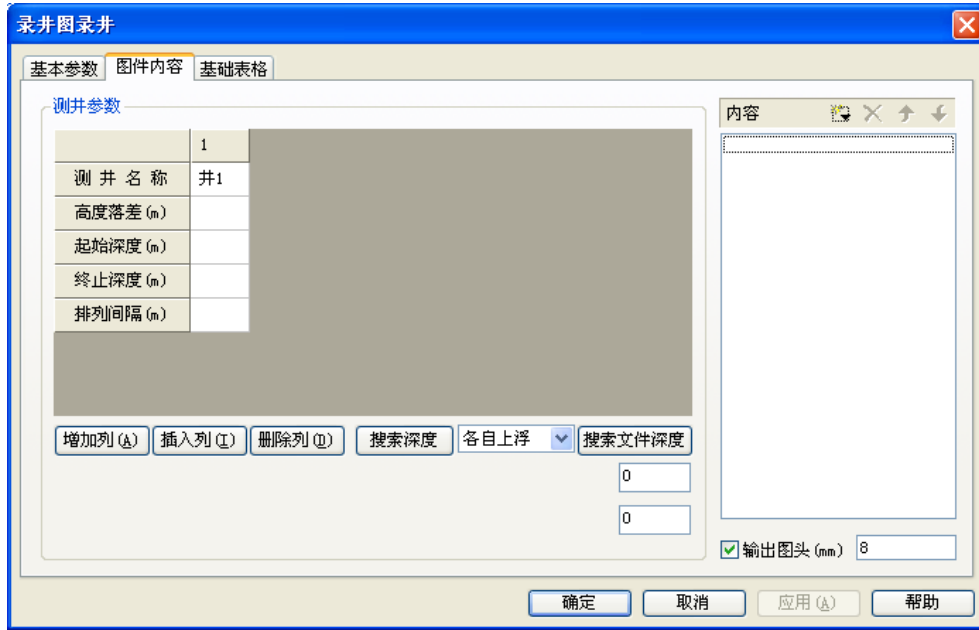

图 22
e. 此时回到图 22 所示的界面，这时测井名称一栏已按添加的井位布置完毕。